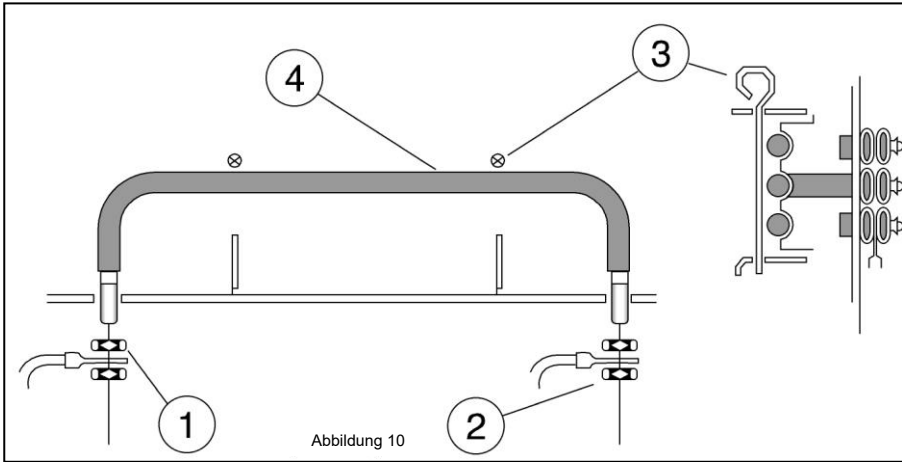

Abbildung 10
*Der Grill ist serienmäßig mit mindestens einem Infrarotbrenner ausgestattet und kann bis zu acht Brenner besitzen. Jeder Brenner verfügt über drei lineare Widerstände, die in Parallelschaltung über die Breite der Bratkammer angeordnet sind. Die elektrische Ausrüstung des Hähnchengrills wird mit einer Dreiphasen-380 VAC, 50 Hz-Stromversorgung betrieben, die von den nach gesetzlichen Vorschriften und Netzbedingungen produzierenden Unternehmen bereitgestellt wird. Der Hähnchengrill verfügt über einen Neutralleiter und einen Erdungsanschluss. Die Stromzufuhr erfolgt über eine am Geräterückteil angebrachte Anschlussdose (siehe Abbildung 10).